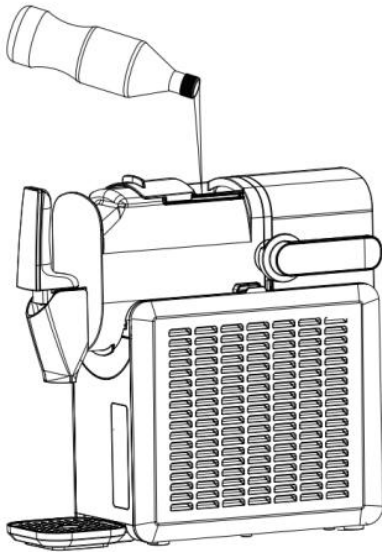
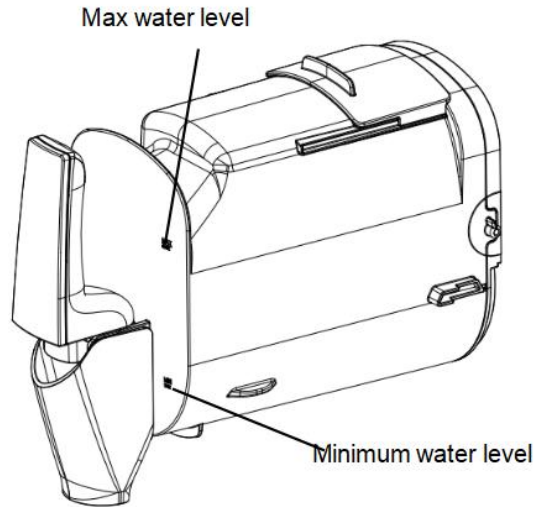

Figure 1
Figure 2
1. Überprüfen Sie den Füllbehälter, bevor Sie das Material in den Füllbehälter gießen, um sicherzustellen, dass der Füllbehälter an seinem Platz installiert ist (siehe Abschnitt „Reinigung“ für die Schritte zur Demontage und Montage. Installieren Sie die Tropfschale vor der ersten Verwendung). Öffnen Sie die obere Abdeckung des Füllbehälters und gießen Sie das Material dann langsam in den Füllbehälter (wie in Abbildung 1 gezeigt). Die Flüssigkeitskapazität sollte zwischen dem minimalen und maximalen Wasserstand liegen (wie in Abbildung 2 gezeigt).
1. Um eine erhöhte Mischlast und ein Überlaufen nach der Ausdehnung der Zutaten zu vermeiden, sollten die Zutaten den maximalen Wasserstand nicht überschreiten. Für eine genaue Temperaturregelung und einen normalen Betrieb müssen die Zutaten bis zum minimalen Wasserstand hinzugefügt werden (siehe Abbildung 2). Die Maschine macht die besten Smoothies, wenn sie mit der maximalen Kapazität befüllt ist. Versuchen Sie daher, Smoothies entsprechend der maximalen Kapazität zuzubereiten.